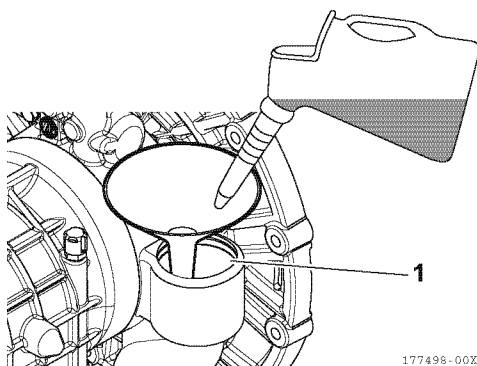

Abbildung 18
9. Schmieröl über den Sitz der Ölfilterkartusche (1, **Abbildung 18**) gemäß der *Schmieröltabelle auf Seite 20* nachfüllen.